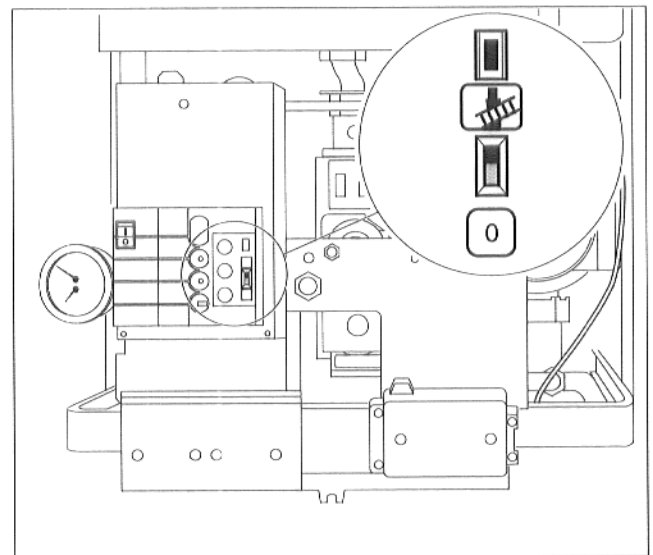

Abb. 18 Schornsteinfegerschalter
- Schornsteinfegerschalter (Abb. 18) in Stellung Schornsteinfegersymbol stellen.